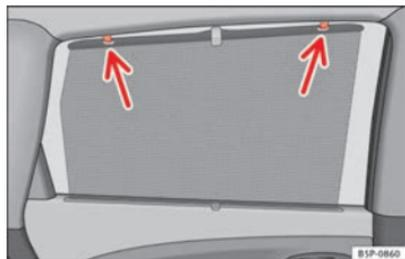

Fig. 78 Store de porte arrière.
- Tirez le store et attachez-le aux crochets situés sur la partie supérieure de la porte ⇒ fig. 78.